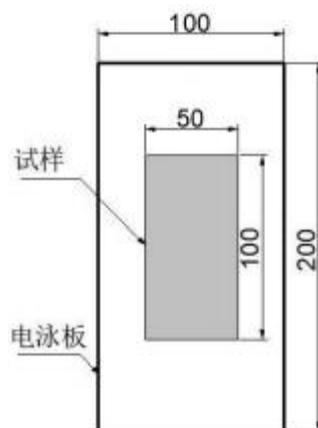

图 2 试样竖向放置示意图
b) 将制作好的试样竖向（如图 2）与水平面呈 90° 的角放置 30min 后，观察试片是否有移动，并用卡尺测量移动的距离（mm）；